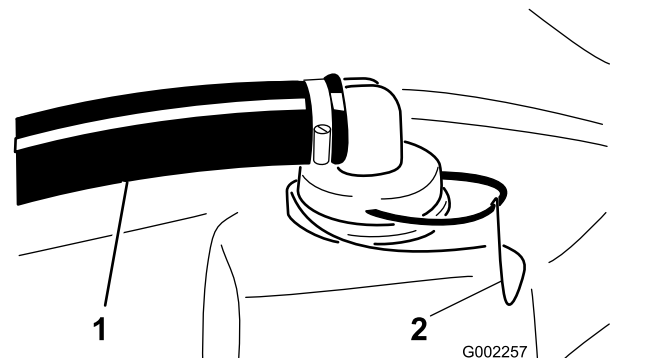

Bild 24
2. Nehmen Sie oben am Behälter des Sprühfahrzeugs den Halter ab, mit dem das Schlauchanschlussstück befestigt ist, der am dicken Schlauch und dem Siebgehäuse angeschlossen ist (Bild 24).
3. Nehmen Sie den Schlauch und das Schlauchanschlussstück vom Siebgehäuse ab (Bild 24).